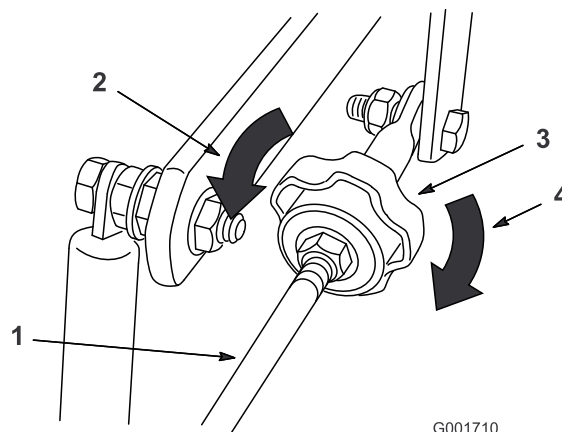

Figura 74
2. Ajuste la longitud de la varilla de la bomba girando el pomo, en el sentido apropiado, hasta que la rueda quede estacionaria o se mueva muy lentamente en marcha atrás (Figura 74).